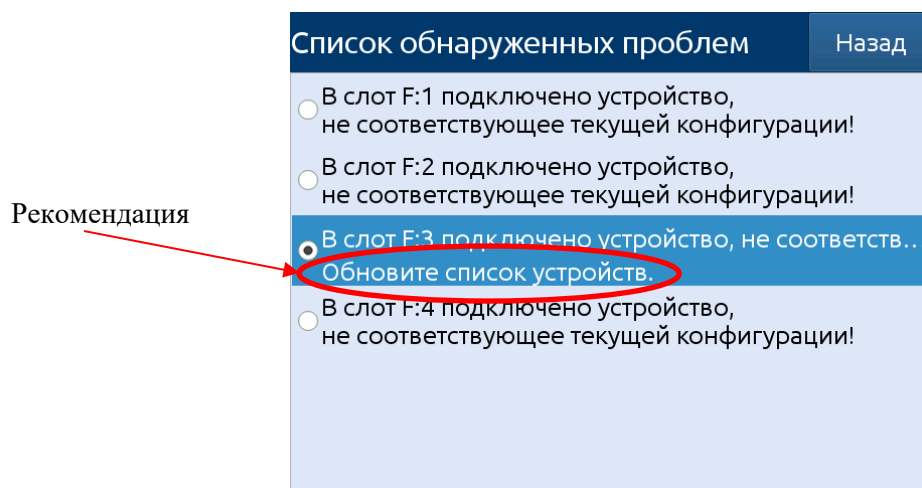

Рисунок 2.37
2.11.2. Кнопка «Список обнаруженных проблем» открывает меню, содержащее список ошибок в конфигурации прибора (см. рисунок 2.37). При выборе одного из элемента списка будет выведена краткая рекомендация по устранению неисправности.